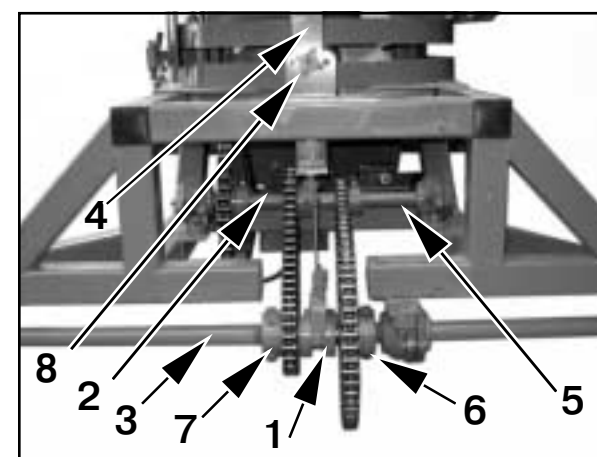
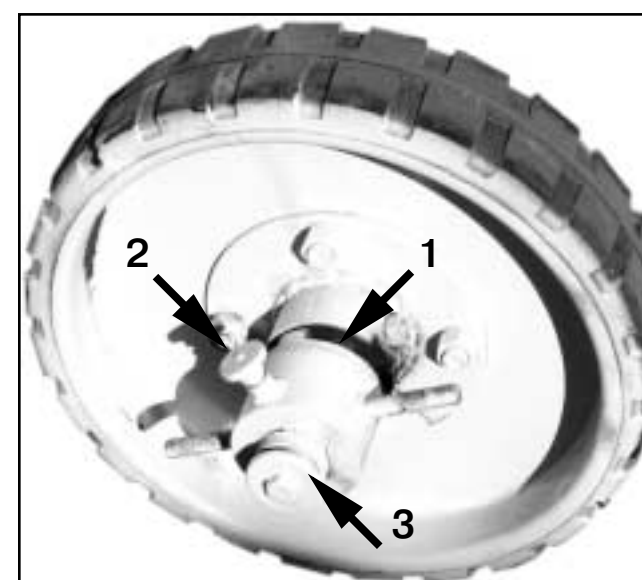

Рис.3
Рис. 4
3.6. Механизм самохода (рис.3) служит для осуществления движения метателя вперед и назад в режимах рабочей и транспортной скоростей, а также отключения трансмиссии от колес при буксировке машины.
Переключите рычаг 4 (рис.3) управления кулачковой муфтой в крайнее левое положение (рабочая скорость). Сблокируйте заднее левое колесо через муфту колеса 1 (рис.4) с валом, вытянув фиксатор муфты 2.